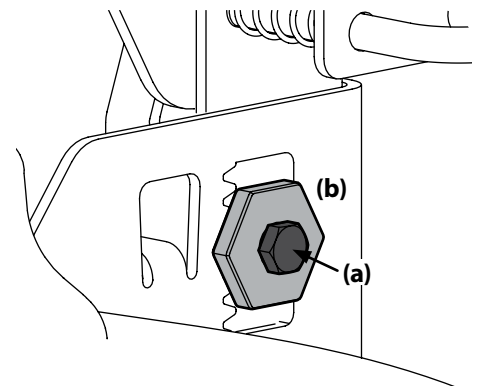

Figura 4-5
- Afloje, pero NO extraiga, el perno de cabeza hexagonal (a) ubicado en el gancho trasero izquierdo de la plataforma. Consulte Figura 4-5.